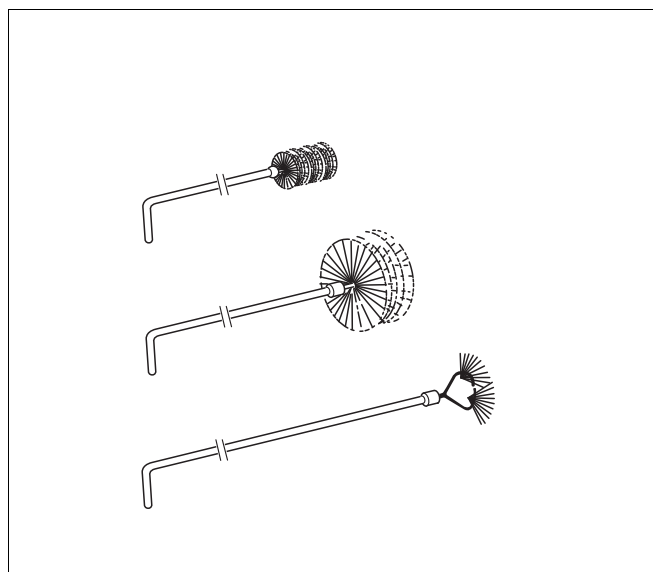
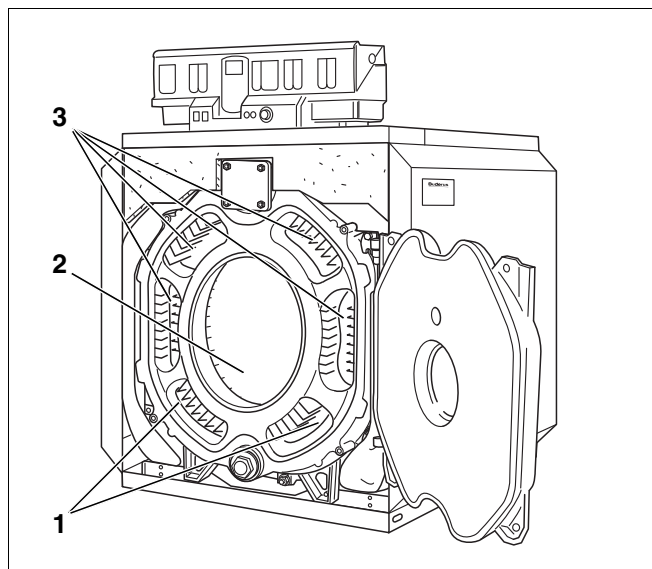

Fig. 53 Spazzole di pulizia
Fig. 54 Pulizia dei tiraggi dei gas scaldanti
La fig. 53 mostra i diversi tipi di spazzole di pulizia offerti da **Buderus** (dotazione supplementare).
- Pulire i giri di fumo (fig. 54, [1] e [3]) con le spazzole di pulizia 1 e 2 (fig. 53) dal davanti verso dietro.
- Pulire il resto della camera di combustione (fig. 54, [2]) con la spazzola di pulizia 2.
- Pulire i giri di fumo inferiori, dal davanti, con la spazzola di pulizia 2 (fig. 54, [1]).